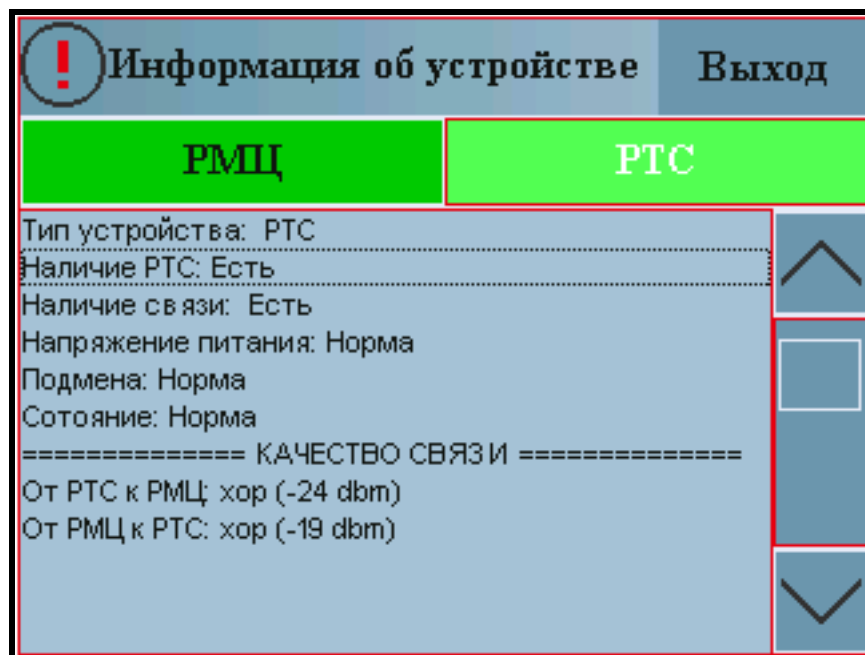

Рисунок 1.8 – Окно информации о РТС
Окно «Информации о РТС» (рисунок 1.8) содержит:
1.11.2.7 В окне «Настройка ПУИ» (рисунок 1.8) при нажатии указанной кнопки обеспечивается: